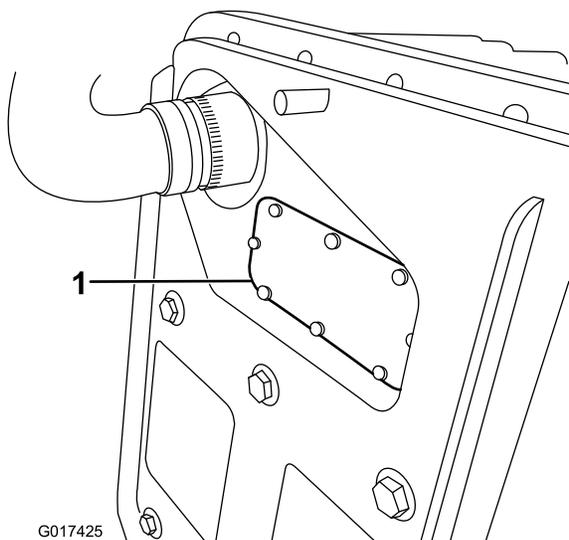

Figure 38
- B. Enlevez le couvercle de fusible (Figure 38).